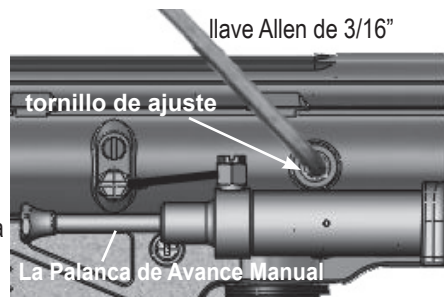

Figura 3: Tornillo de Ajuste de la Velocidad
- Asegúrese de que el cuerpo del Sistema de Alimentación Cyclone este limpio y libre de residuos. Asegúrese de que el brazo de la Cyclone pueda girar libremente cuando la palanca de avance manual esta activada. (Ver figura 3).